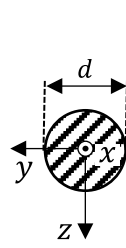

図5 はりの断面形状
- 断面二次極モーメントの定義に従って、図5に示すはりの断面形状の断面二次極モーメントを計算せよ。